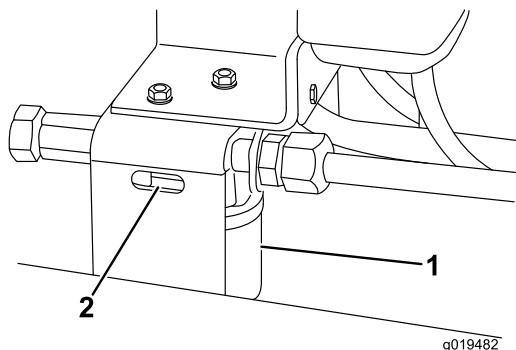

Figura 74
2. Pulite la superficie circostante il filtro. Collocate una bacinella di spурgo sotto il filtro e togliete il filtro (Figura 74).